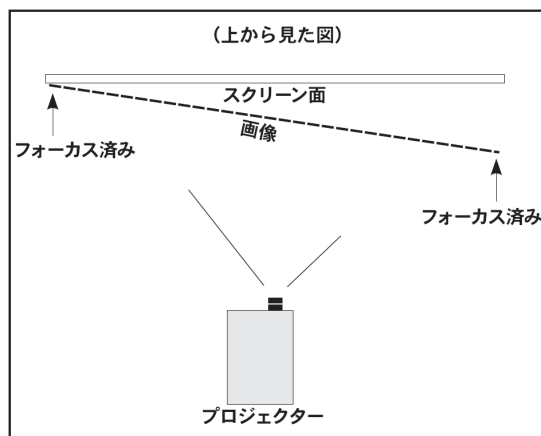

図 2.37 左右ボアサイトが悪い例
- 紙の上のフォーカスが改善する場合は、画像の右側はスクリーンの前方でフォーカスが合っていることを意味します。図 2.37 を参照してください。